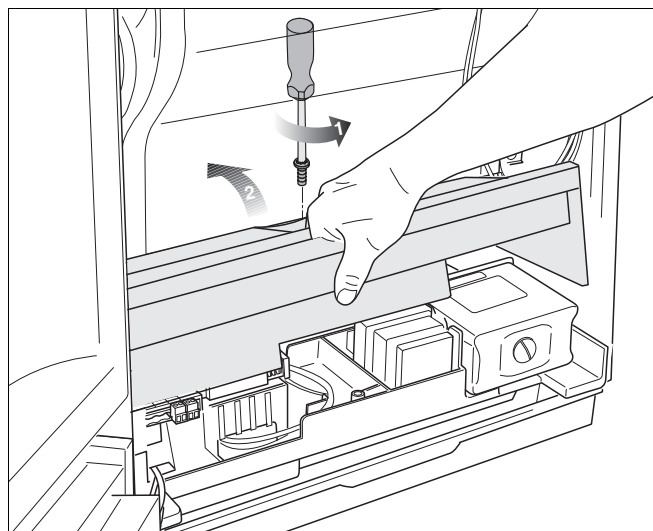

Рис. 23 Откидывание крышки электрических подключений вверх
- Ослабить 1 винт крышки электрических подключений и откинуть крышку вверх (рис. 23).